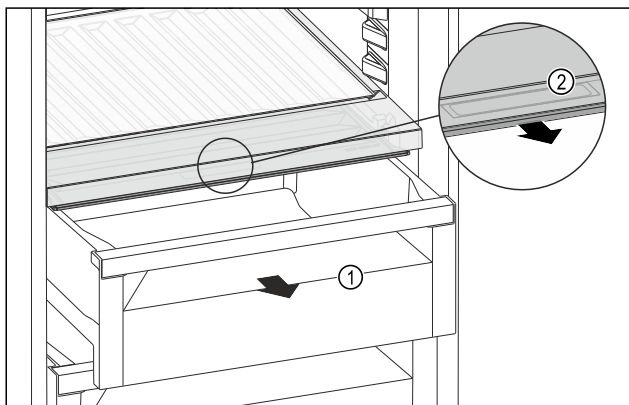

Fig. 108
- ▶ Húzza ki a fiókot Fig. 108 (1).
- ▶ Fogja meg a süllyesztett fogantyút Fig. 108 (2) a rekeszfedélen, és ezzel egy időben húzza előre felé a rekeszfedelet.